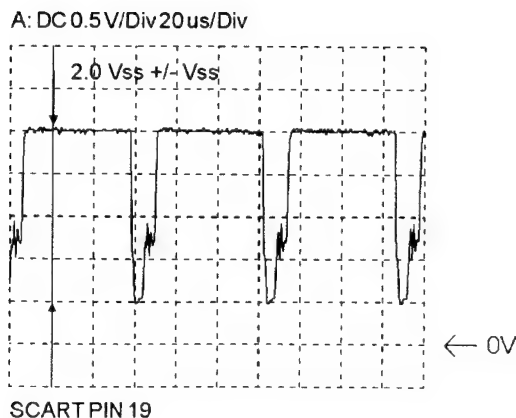

Fig. 4
- Mit Widerstand 3098 die Amplitude des Signals auf folgenden Pegel einstellen (Fig. 4) (-17.4 dB des Luminanzsignals).
- Widerstand 3039 so einstellen, daß die Amplitude des Ausgangssignals $2,0 V_{SS} \pm 0,1 V_{SS}$ beträgt (Fig. 4).